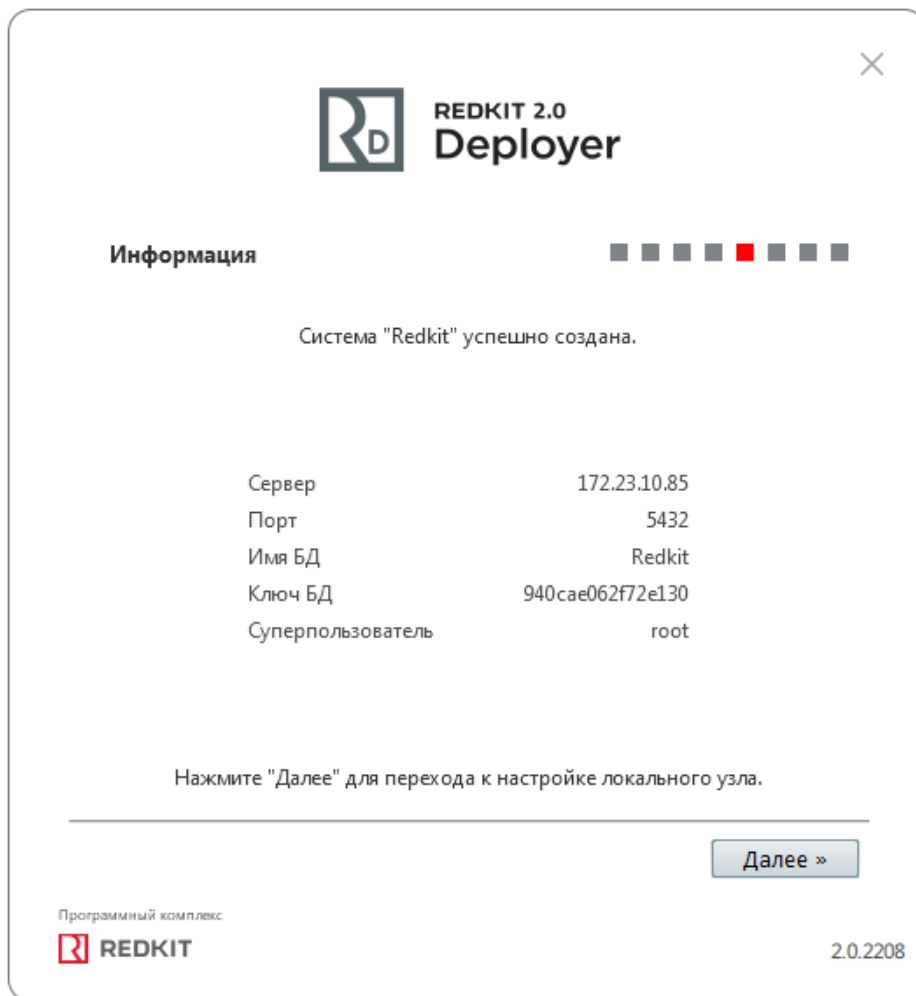

Рисунок 108 - Информация
13. Ознакомьтесь с информацией о созданной системе и нажмите **Далее** (Рисунок 108).